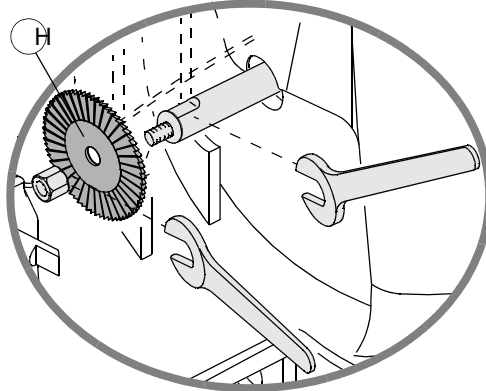

Рис. 15
- 1) поместите прилагаемый гаечный ключ в соответствующую позицию на валу электродвигателя (рис. 15);